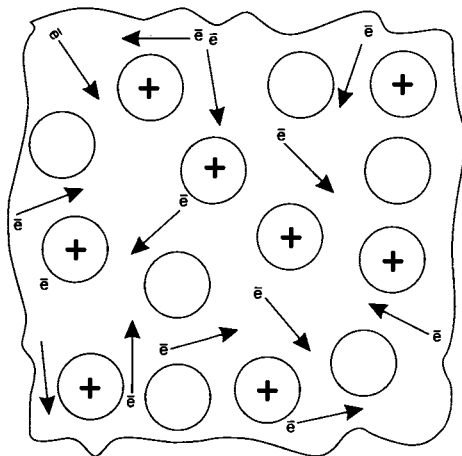

Рис. 15
*Металлическая связь* — это взаимодействие, удерживающее атомы металлов в единой решетке. В образовании металлической связи участвуют валентные электроны металла, принадлежащие всему объему металла. В металле от атомов постоянно отрываются электроны, которые перемещаются по всей массе металла, как это показано на рис. 15. Атомы металла, лишённые электронов, превращаются в положительно заряженные ионы, которые снова стремятся притянуть к себе движущиеся электроны. Одновременно с этим другие атомы металла отдают свои электроны, и, таким образом, внутри металла постоянно циркулирует «электронный газ», который прочно связывает между собой все атомы металла.